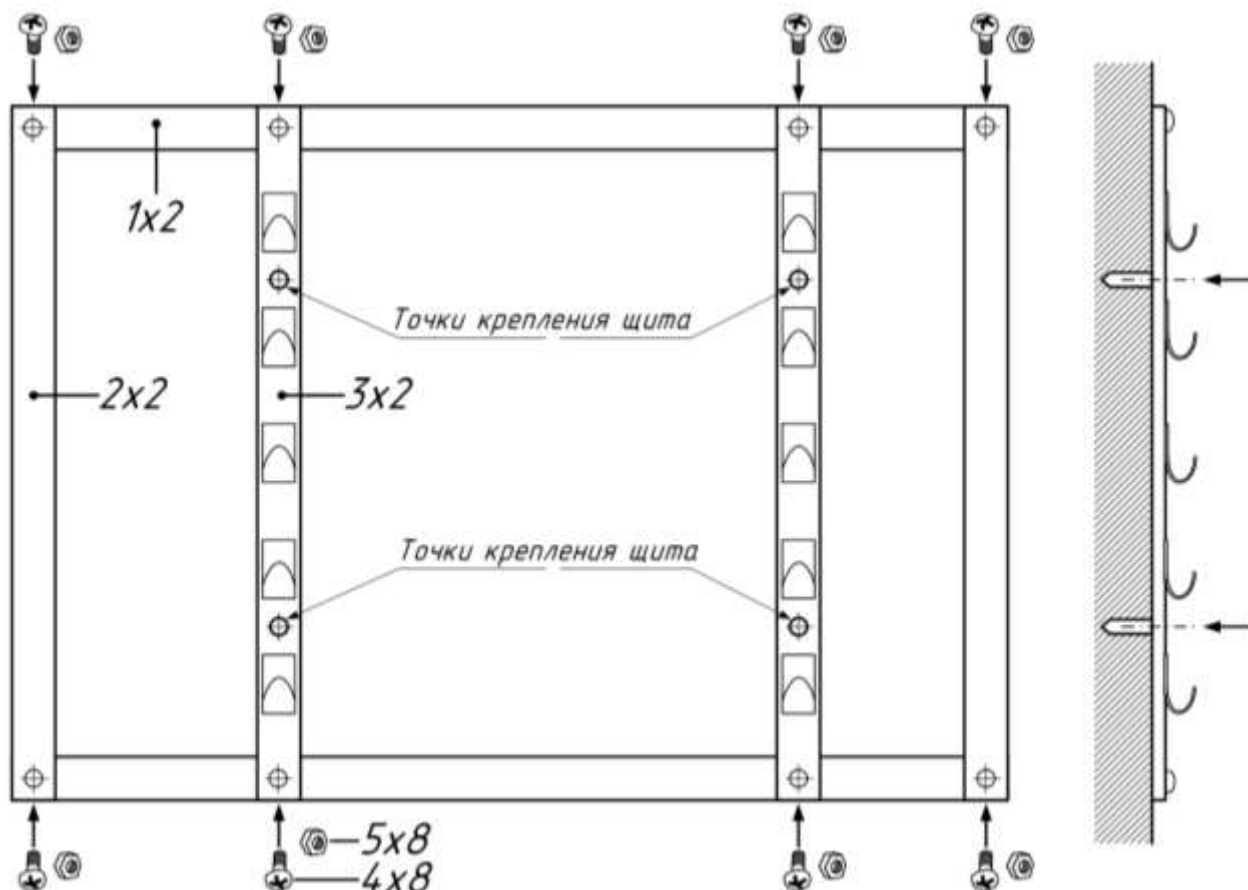

Рис. 1 Щит пожарный разборный открытый в сборе. Общий вид.
- 4.3. Монтаж щита к поверхности осуществляется через специальные отверстия в стойках с крючками поз.3, смотри рисунок 1. Крепежные детали следует выбирать исходя из материала поверхности (дерево, кирпич, бетон). Крепежные детали в комплект поставки не входят и приобретаются отдельно.